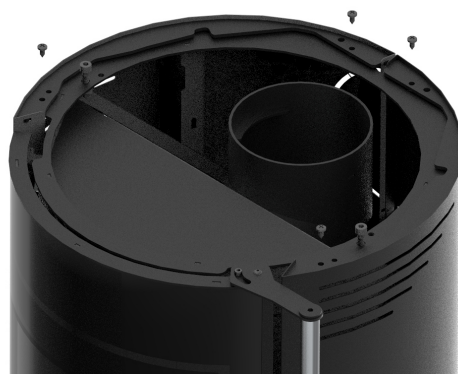

Figura 16 - Desmontagem das capas laterais no equipamento
- 2- Desapertar os parafusos na parte superior das capas, como mostra a Figura 16, de modo que as capas fiquem livres.